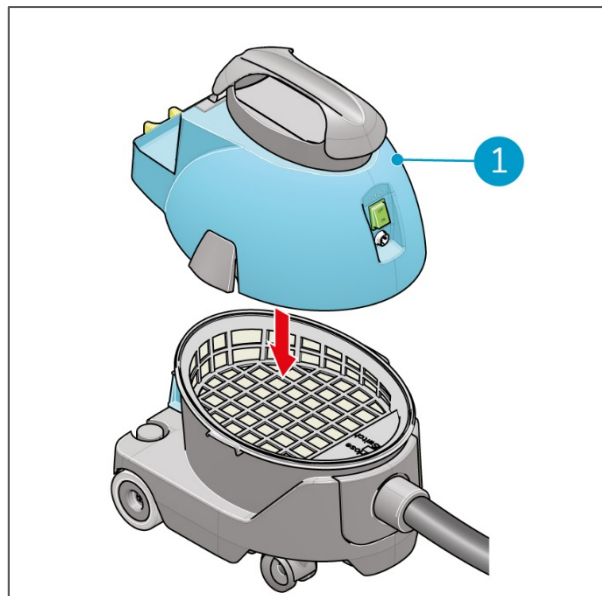

Abbildung 14
15. Platzieren Sie den Deckel (Figure 14, Pos. 1) auf dem Kanister.